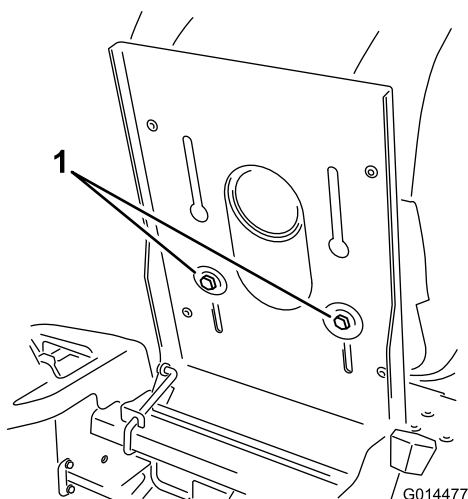

Figura 24
1. Eleve o banco e desaperte os parafusos de ajuste o suficiente para mover o banco (Figura 24).